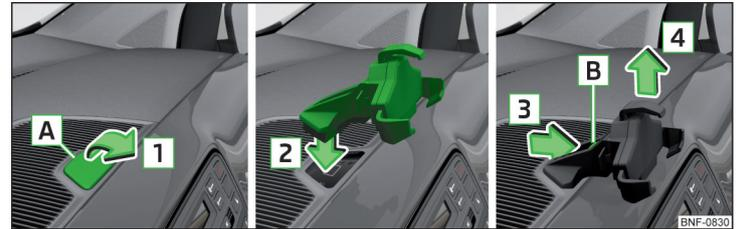

Fig. 78 Retirar panel / Fijar adaptador / Retirar adaptador
- P. ej. insertar una moneda en la cavidad **A** y abrir el panel en el sentido de la flecha **1** » fig. 78.
- Presionar la tecla de desbloqueo **B** en el sentido de la flecha **3** y retirar el adaptador en el sentido de la flecha **4** » fig. 78.